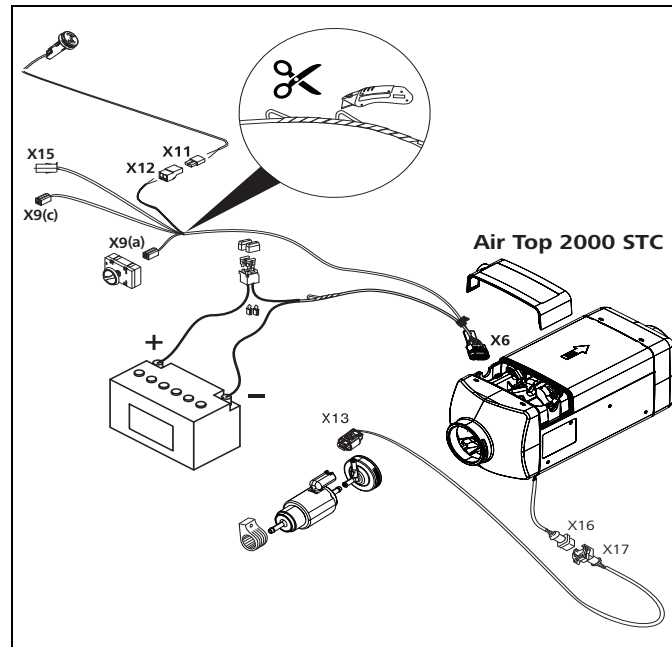
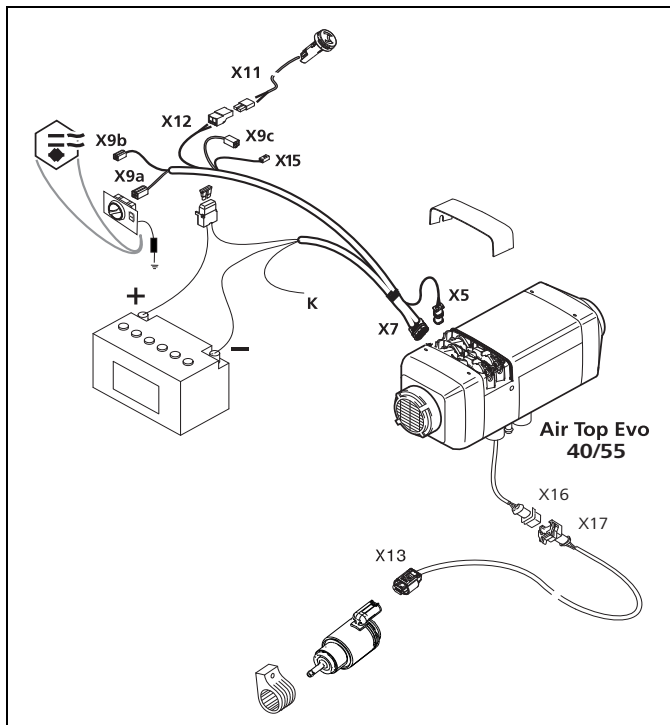

Рис. 32 Электрическая проводка Air Top 2000 STC
Рис. 33 Электрическая проводка Air Top Evo 40 / Air Top Evo 55
На Рис. 32 и Рис. 33 показана электрическая проводка для Air Top 2000 STC и Air Top Evo 40 / Air Top Evo 55
- В жгуте проводов Air Top Evo 40 / Air Top Evo 55 есть провод К (Рис. 33, красный/чёрный (rt/sw)) для опционального включения/выключения разъединителя аккумуляторной батареи или дополнительной индикации. Если это не требуется, то заизолируйте конец этого провода.